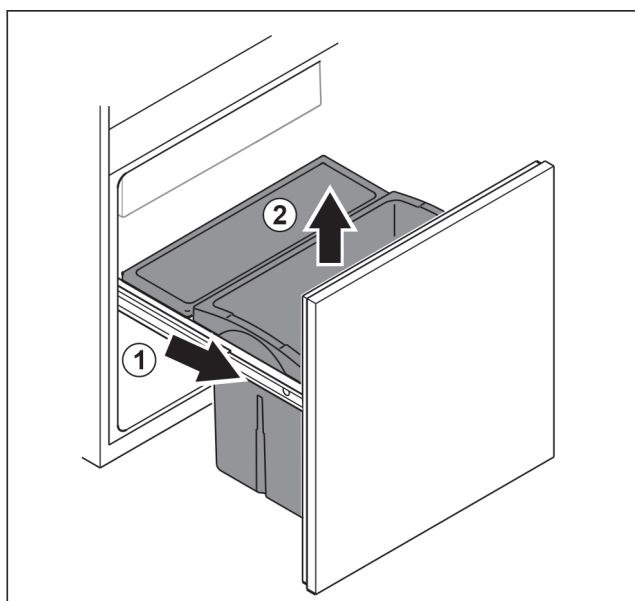

Fig. 160
- ▶ Vytáhněte vysouvací vozík až na doraz. Fig. 160 (1)
- ▶ Vyjměte zásuvku nahoru. Fig. 160 (2)